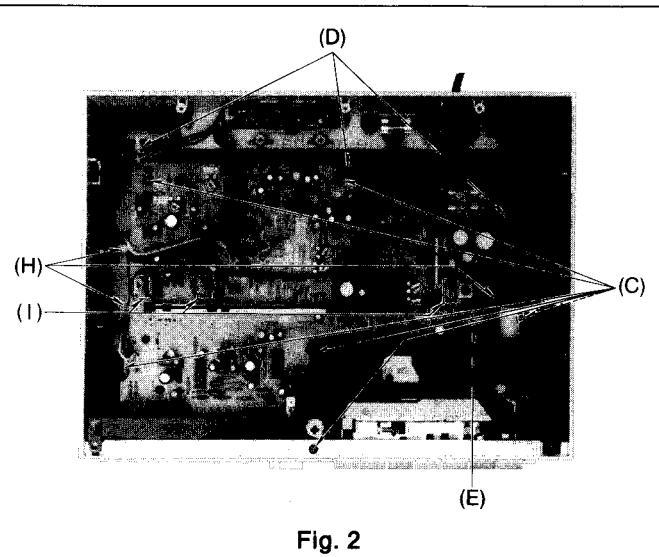

Fig. 2
<p>Remarque:</p> <p>Avant de mesurer et régler la réponse de fréquence globale vérifier que la réponse en fréquence à la lecture soit correcte (pour la méthode de mesure, se reporter au paragraphe intitulé "Réponse en fréquence à la lecture"). (Le compensateur d'enregistrement est fixe.)</p> <ol style="list-style-type: none"> 1. Brancher les appareils comme indiqué dans la Fig. 13. 2. Placer l'UNITE en mode pour bande normale, et introduire la bande étalon vierge normale (QZZCRA). 3. Appliquer le signal de 1kHz de l'oscillateur AF à la borne LINE IN, par l'intermédiaire de l'atténuateur. 4. Régler l'atténuateur de sorte que le niveau d'entrée soit de 20dB en-dessous du niveau d'enregistrement standard (niveau d'enregistrement standard = 0VU). 5. Régler l'oscillateur AF pour produire des signaux de 50Hz 100Hz, 200Hz, 500Hz, 1kHz, 4kHz, 8kHz, 10kHz et 12kHz et enregistrer ces signaux sur la bande étalon. 6. Reproduire les signaux enregistrés dans la phase 6, et vérifier si la courbe de réponse de fréquence se trouve dans les limites indiquées par la courbe de réponse de fréquence globale pour bandes normales (Fig. 12). (Si la courbe est comprise dans les spécifications, passer aux phases 7, 8 et 9). Si la courbe ne correspond pas aux spécifications du tableau, régler comme suit. <p>Réglage (A):</p> <p>Lorsque la courbe dépasse les spécifications du tableau de réponse de fréquence globale (Fig. 12), comme indiqué dans la Fig. 14.</p> <ol style="list-style-type: none"> 1) Augmenter le courant de polarisation en tournant VR201 (L-CH) (canal gauche) et VR202 (R-CH) (canal droit). (Voir Fig. 2 page 4). 2) Répéter les phases 5 et 6 pour confirmation. (Passer aux phases 7, 8 et 9 si la courbe est maintenant comprise dans les spécifications du tableau de la Fig. 12). 3) Si la courbe dépasse encore les spécifications (Fig. 12), augmenter encore le courant de polarisation et répéter les phases 5 et 6. <p>Réglage (B):</p> <p>Lorsque la courbe tombe audessous des spécifications du tableau de fréquence globale (Fig. 12) comme indiqué dans la Fig. 15.</p> <ol style="list-style-type: none"> 1) Réduire le courant de polarisation en tournant VR201 (L-CH) (canal gauche) et VR202 (R-CH) (canal droit). 2) Répéter les phases 5 et 6 pour confirmation. (Passer aux phases 7, 8 et 9 si la courbe est maintenant comprise dans les spécifications du tableau de la Fig. 12). 3) Si la courbe tombe encore au-dessous des spécifications du tableau (Fig. 12), réduire encore le courant de polarisation et répéter les phases 5 et 6. 7. Placer l'UNITE en mode de bande CrO₂. 8. Enlever la bande étalon vierge normale et placer la bande étalon QZZCRX (bande CrO₂). Enregistrer les signaux de 50Hz, 100Hz 200Hz, 500Hz 1kHz, 4kHz, 8kHz, 10kHz, 12kHz, et 14kHz. Reproduire ensuite ces signaux et vérifier si la courbe est comprise dans les limites indiquées par le tableau de réponse de fréquence globale pour les bandes CrO₂ (Fig. 16). 9. Placer l'UNITE en mode de bande métallique, changer la bande étalon pour la bande étalon vierge QZZCRZ (bande métallique), et enregistrer les signaux de 50Hz, 100Hz, 200Hz, 500Hz, 1kHz, 4kHz, 8kHz, 10kHz, 12kHz et 14kHz. Reproduire ensuite ces signaux, et vérifier si la courbe est comprise dans les limites indiquées par le tableau de réponse de fréquence globale pour les bandes métalliques (Fig. 16). 10. Confirmer que les courants de polarisation sont approximativement les suivants lorsque le sélecteur de bande est mis sur ses différentes positions. <ul style="list-style-type: none"> • Lire le voltage sur le voltmètre électronique entre la terre et le point de coupure (TP1 pour le canal gauche et TP2 pour le canal droit) et calculez le courant de polarisation selon la formule. <p>Courant de polarisation (A) = $\frac{\text{Tension lue sur voltm. élec. (V)}}{10 (\Omega)}$</p> <div style="border: 1px solid black; padding: 5px; width: fit-content;"> <p style="margin: 0;">Autour de 380µA (position: Normal)</p> <p style="margin: 0;">Valeur standard: Autour de 480µA (position: CrO₂)</p> <p style="margin: 0;">Autour de 780µA (position: Metal)</p> </div>	<ol style="list-style-type: none"> 1. Brancher les appareils comme indiqué dans la Fig. 17. 2. Introduire la bande étalon vierge (QZZCRA). 3. Placer l'UNITE en mode d'enregistrement. 4. Appliquer le signal de 1kHz de l'oscillateur AF à la borne LINE IN, par l'intermédiaire de l'atténuateur (-24dB). 5. Régler l'atténuateur pour que le niveau de contrôle aux points de coupure [TP3 pour le canal gauche, TP4 pour le canal droit] soit de 0,42V. 6. Lire la bande ainsi enregistrée et vérifier que le niveau de sortie aux points de coupure [TP3 pour le canal gauche, TP4 pour le canal droit] soit de 0,42V. 7. Si la valeur mesurée n'est pas de 0,4V, régler au moyen de VR5 (canal gauche) ou VR6 (canal droit). 8. Recommencer à partir de la phase (2). <p>I Vumètre de niveau</p> <p>Condition:</p> <ul style="list-style-type: none"> • Mode d'enregistrement • Contrôles de niveau d'entrée ...MAX <p>Equipement:</p> <ul style="list-style-type: none"> • Voltmètre électronique • Oscillateur AF • Atténuateur • Oscilloscope • Résistance (600Ω)